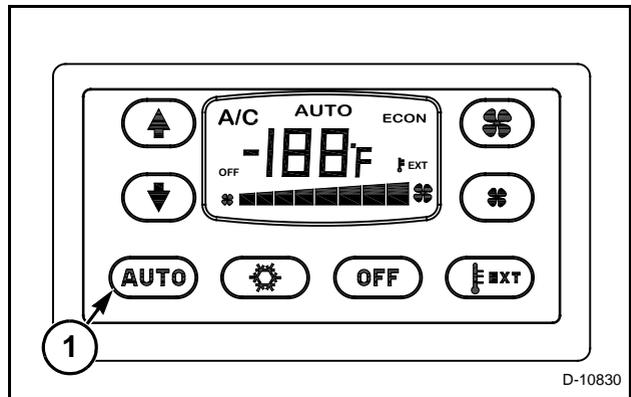

FIG. 53
FIG. 53: Para cambiar el sistema de control de climatización de Fahrenheit para Celsius, presione el botón AUTO (1) hasta que el sistema ingrese en el modo de diagnóstico. Espere por cerca de 30 segundos para que el sistema finalice la calibración de la válvula de agua.